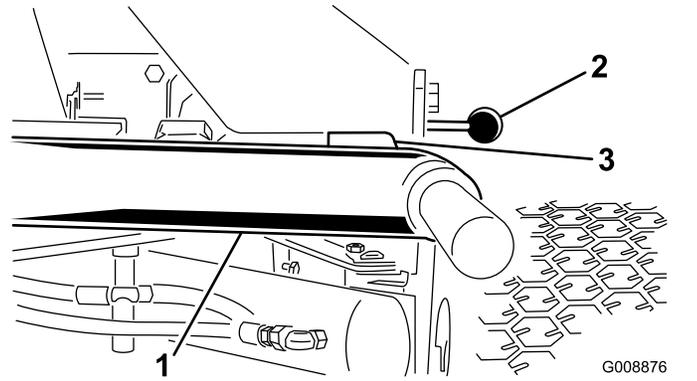

图25
1. 启动发动机升起提升臂检查并确保各个提升臂与底板支架之间的间隙介于 58mm 之间图25。